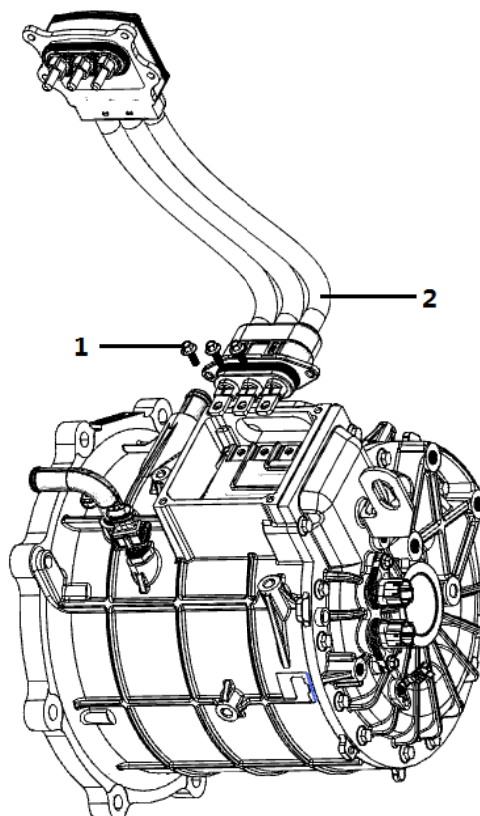

图8
①拆卸前：将电机平放于工作台上，使其平稳放置，确保拆分时的电机安全。
②拆卸维修：当三相动力线束需要维修时，先对接线盒盖进行拆卸。用扳手将固定三相动力线束和接线座铜排的螺栓（1）拧下。将固定三相动力线束法兰的 M6*16 六角头螺栓拧下拔出三相动力线束（2）维修。（拔出时注意不要损坏三相动力线束）（见图 8）